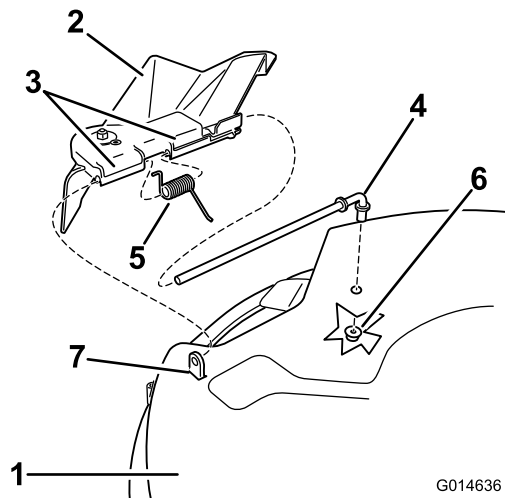

Figura 57
1. Localice los elementos mostrados en la Figura 57.
5. Vuelva a colocar el deflector de hierba (Figura 57).
7. Coloque el muelle sobre la varilla, con los extremos de los alambres hacia abajo, y entre los soportes del deflector de hierba. Deslice la varilla por el segundo soporte del deflector de hierba (Figura 57).
9. Sujete el extremo trasero de la varilla al cortacésped con una tuerca (3/8 pulgada), según se muestra en Figura 57.
2. Retire la tuerca (3/8 pulgada) de la varilla (debajo del cortacésped) (Figura 57).
3. Retire la varilla del espaciador corto, del muelle y del deflector de hierba (Figura 57).